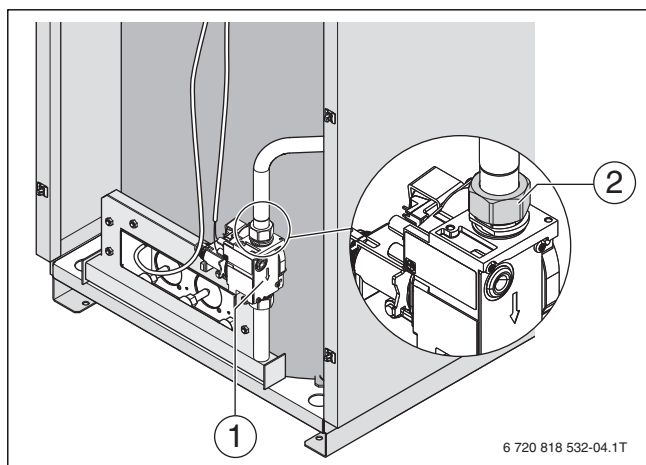

Рис. 34 Демонтаж горелки
- ▶ Подсоедините газоподводящую трубу к клапану резьбовым соединением [2] с моментом затяжки 48-52 Н*м (→ рис. 34, стр. 33).